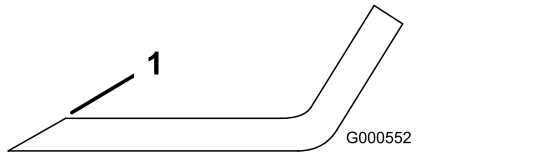

Figura 117
1. Affilate i taglienti da entrambe le estremità della lama con una lima (Figura 117).
**Nota:** Se la lama non è bilanciata, limate del metallo soltanto dalla costa (Figura 117).